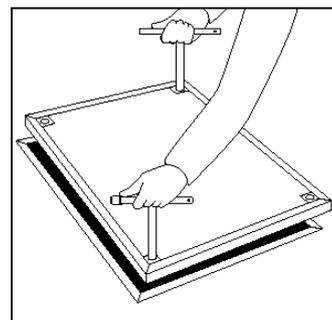

図4
4. 両方(2本)の専用ハンドルを持って、垂直にハッチを持ち上げます。 (図4)
3. 専用ハンドルを対角にセットし、蓋を持ち上げ、受枠に入れます。 (図4)